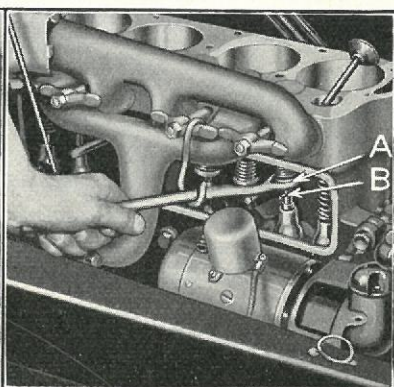

Fig. 221
- 369** Udtag Ventilerne ved at indsætte en Ventilløfter under Ventilfjederensædet (Fig. 221-A) og presse Ventilfjederen sammen, indtil Ventilfjederensædestiften »B« kan trækkes ud af Spindelen. Ventilen kan derefter løftes ud af Blokken. Undersøg Ventilerne; hvis en Ventil er skæv, revet eller stærkt slidt paa Spindelen, indsættes en ny Ventil.